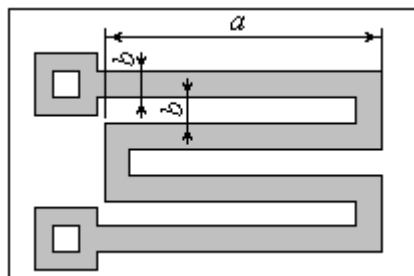

Рисунок 28 – Структура спирального диффузионного резистора на основе базового слоя
10. Поверхностное сопротивление базового слоя составляет $R_S = 200 \text{ Ом}/\square$. Определить необходимое число петель с размерами $a = 20 \text{ мкм}$ и $b = 0,5 \text{ мкм}$, чтобы сопротивление такого диффузионного резистора (рис. 28) равнялось $R = 40,86 \text{ кОм}$?